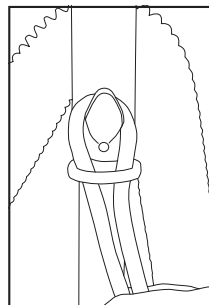

Fig. 4
2. Tirez sur le cordon d'alimentation pour éliminer le mou (Fig. 4)..